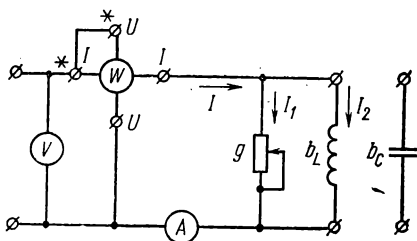

Рис. 2.53
1. Разветвленная цепь, содержащая активное сопротивление и индуктивность (рис. 2.53), включена в сеть переменного тока. В цепи возникают три тока: I — в неразветвленной части (общий ток), $I_1 = I_a$ — в ветви с ре-
1. Собрать цепь (см. рис. 2.53) и показать ее преподавателю для проверки.